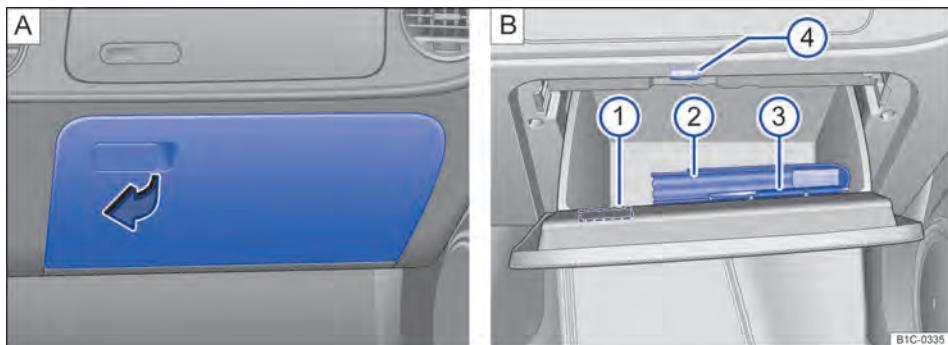

Fig. 93 No lado do passageiro dianteiro: A: abrir o porta-luvas inferior, B: porta-luvas aberto.
Para **abrir**, puxar a alavancinha no sentido da seta ⇒ Fig. 93 A.
O porta-luvas destina-se à acomodação da literatura de bordo ⇒ Fig. 93 B ②.
Na tampa do porta-luvas encontram-se suportes para bloco de notas ⇒ Fig. 93 B ① e caneta ③.
No porta-objetos pode haver a entrada multimídia (MEDIA-IN) instalada de fábrica ⇒ Fig. 93 B ④ ⇒ caderno Rádio ou ⇒ caderno Sistema de navegação.